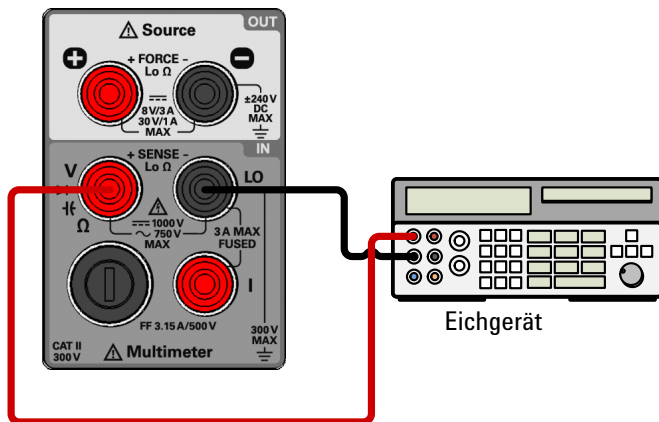

Abbildung 5-2 Testeinrichtung für DC-Spannungs-, AC-Spannungs-, Widerstands- und Kapazitätsverstärkungsüberprüfung
- 1 Schließen Sie das Eichgerät an die Eingangsanschlüsse **V** (rot) und **L0** (schwarz) des vorderen Bedienfelds an (siehe Abbildung 5-2 auf Seite 148).